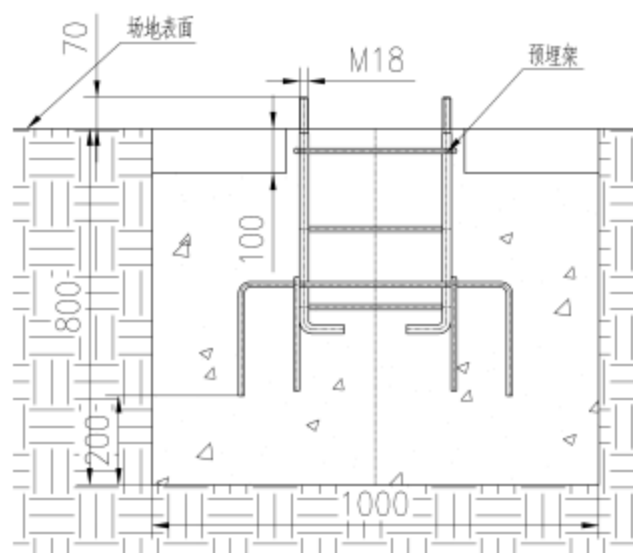

图5
- 4) 向混凝土基坑中浇筑混凝土，浇筑至距场地表面100mm处（如图5）；